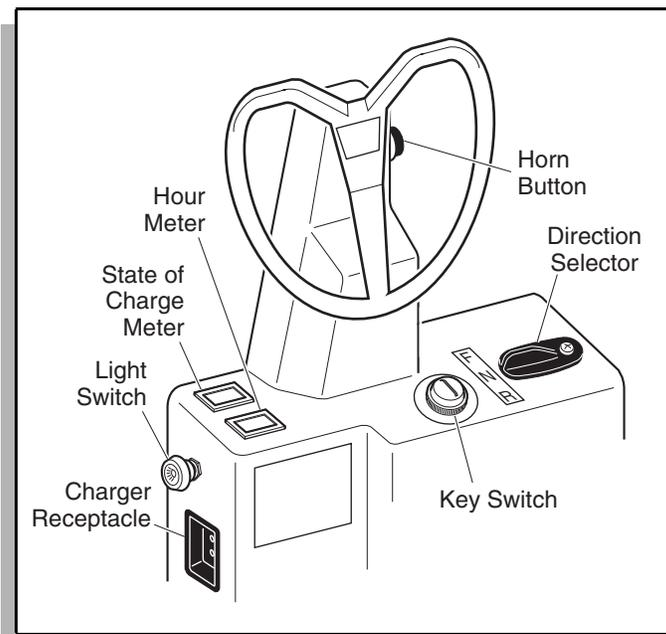

Fig. 5 Controlos e afins
apropriada do circuito. O carregador pode permanecer numa saída de AC. Para carregar a viatura, ver as ilustrações das etiquetas no carregador. Inserir o DC no receptor da viatura. O receptor está localizado ao lado do painel de instrumento, à esquerda do volante (Ref Fig. 5 on page 3). Depois de inserir a ficha DC polarizado, espere uns segundos e verificar que o carregador está de facto a carregar.
Localizado no painel de instrumento, o botão de chave permite que o sistema eléctrico da viatura se ligue e desligue ao virar a chave. (Ref Fig. 5 on page 3).
O seleccionador de direcção está localizado no painel de instrumento (Ref Fig. 5 on page 3). Este permite a selecção de Frente (F), Neutro (N) ou Atrás (R). Deve ser deixado em Neutro (N) quando não estiver a ser utilizado.
Localizado no painel de instrumento, o medidor de estado de carga indica a quantidade de bateria ainda disponível (Ref Fig. 5 on page 3).
Localizado no painel instrumental, o medidor de horas indica o número total de horas de utilização. (Ref Fig. 5 on page 3).
O botão de buzina está localizado por trás do volante do lado esquerdo no painel de instrumento (Ref Fig. 5 on page 3). Activar a buzina pressionando o botão.
ligação da chave. (Ref Fig. 5 on page 3). Puxe o botão e ligue as luzes.